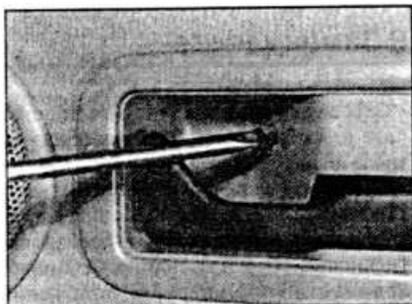

Рис. 11.18. Винт крепления декоративной накладки ручки открытия двери.
- Отвинтите винт крепления декоративной накладки внутренней ручки открытия двери. Сдвиньте ее по ручке и снимите с двери (см. рис. 11.18, 11.19).